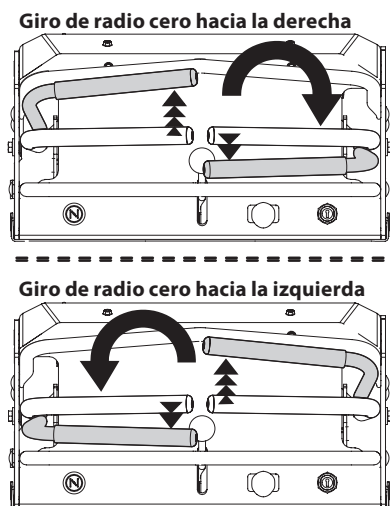

Fig. 14
2. Para girar hacia la derecha, mueva la palanca de control de la transmisión izquierda hacia adelante mientras mueve simultáneamente la palanca derecha hacia atrás (Fig. 14).
3. Para girar en sentido contrario a las agujas del reloj, mueva la palanca de control de la transmisión derecha hacia adelante mientras mueve simultáneamente la palanca de control de la transmisión izquierda hacia atrás (Fig. 14).